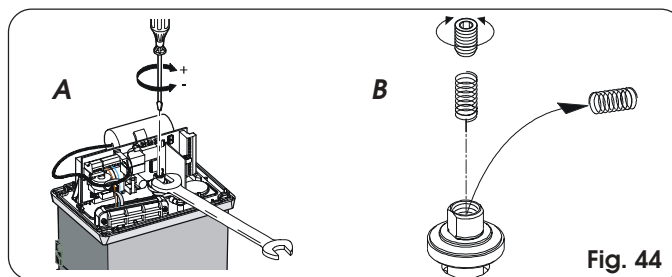

Fig. 44
- 2) Houd de motor as geblokkeerd met een engelse sleutel en draai aan de stelschroef van de koppeling met een inbussleutel of schroevendraaier zoals op fig. 44 Bez. A.
- Der Antrieb wird in der Standardausführung mit der Einstellfeder der Kupplung für Tore bis 1000 kg geliefert. Für Tore mit höherem Gewicht ist die andere mitgelieferte Feder zu verwenden. Zum Auswechseln der Feder sind die in Abb. 44 Bez. B enthaltenen Anweisungen zu befolgen.